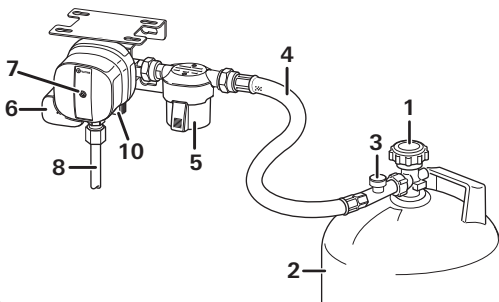

Figure 1a
- Raccorder la bouteille (2) de gaz et assurer l'état irréprochable du raccord de tuyau.
- Ouvrir la vanne de bouteille (1).
- Presser fortement la sécurité de rupture de lyre (figure 1a – 3) sur la lyre haute pression pendant environ 5 secondes.
- Réinitialiser le capteur de choc si le bouton de réinitialisation jaune (7) n'est pas enfoncé (position « non opérationnel »).
- Fermer la vanne (1) de la bouteille de gaz vide (2).
- Dévisser la lyre haute pression (4) de la bouteille de gaz (2), le cas échéant retirer l'adaptateur enfichable.
- Ouvrir la vanne (1) de la bouteille de gaz pleine.
- Presser la sécurité de rupture de lyre (figure 1a – 3) et le cas échéant le bouton de réinitialisation jaune (7), le tourner légèrement dans le sens des aiguilles d'une montre pendant 5 secondes.
- Visser la lyre haute pression (4) spécifique au pays sur l'entrée du filtre à gaz (5) / du MonoControl CS et à la bouteille (2 / ou à l'adaptateur enfichable).